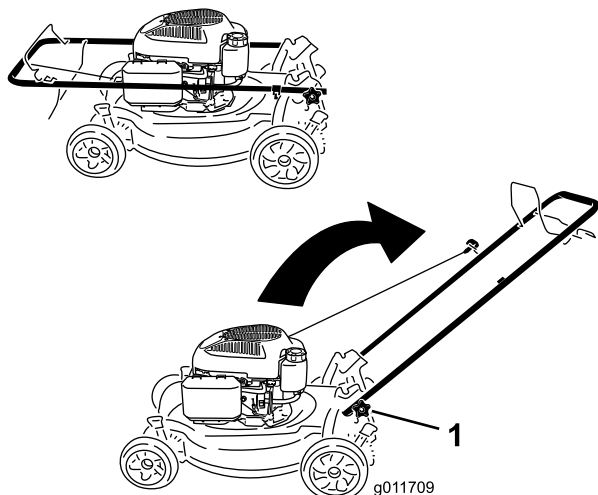

Figure 3
1. Desserrez les boutons du guidon (Figure 3).
1. Bouton du guidon (2)
3. Serrez solidement les boutons du guidon à la main (Figure 3).